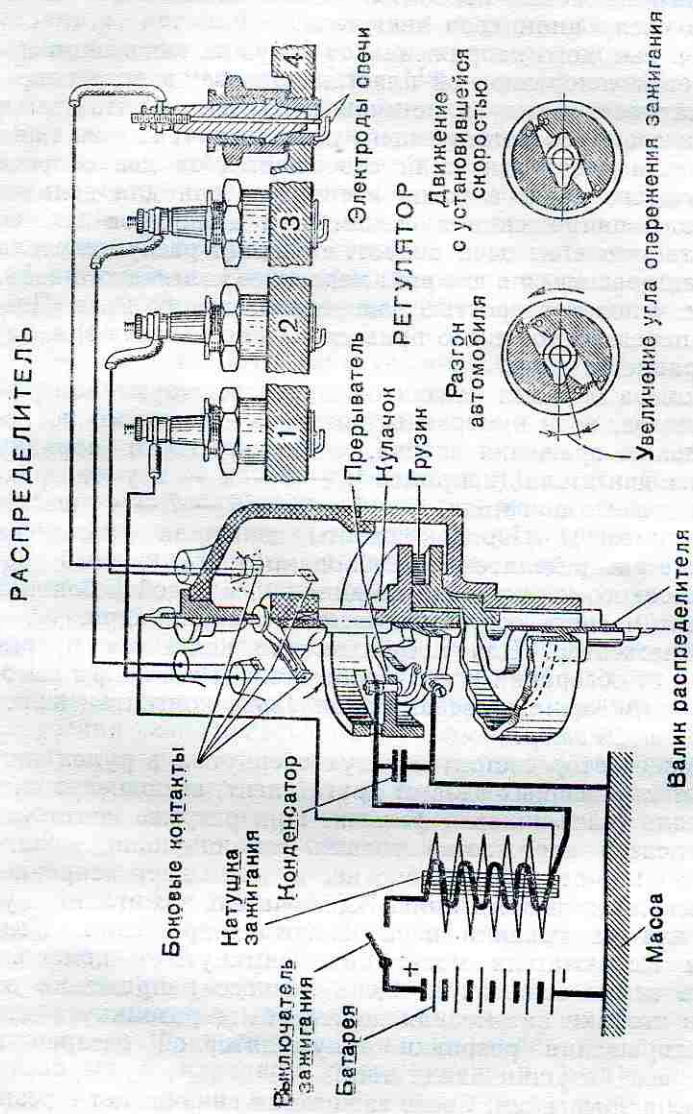

Рис. 24. Распределитель и центробежный регулятор опережения зажигания
С помощью прерывателя замыкают и размыкают цепь низкого напряжения для изменения величины первичного тока. Прерыватель (рис. 24) имеет рычажок (молоточек), нагруженный пластинчатой пружиной, которая закреплена на диске распределителя. На рычажке имеется покрытый платиной контакт, который под действием пружины прижимается к такому же контакту на регулировочном винте. Винт установлен на тот же диск, что и рычажок, и позволяет регулировать зазор между контактами прерывателя.
**Свечи зажигания.** Свечи зажигания ввинчивают в резьбовые отверстия головки цилиндров так, чтобы электроды свечей находились в камере сгорания. Свеча (см. рис. 24)
Обычно угол опережения зажигания изменяют автоматически с помощью *центробежного регулятора опережения зажигания*. Регулятор (см. рис. 24) имеет два грузика, связанных с кулачком прерывателя и удерживаемых двумя пружинами в положении, которое соответствует наименьшему углу опережения зажигания. При повышении числа оборотов валика распределителя грузики под